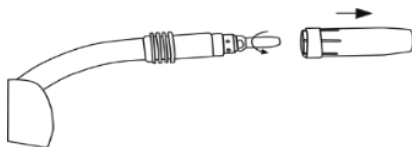

Рисунок 3
4.4.2 Заміна наконечника (рисунок 3)